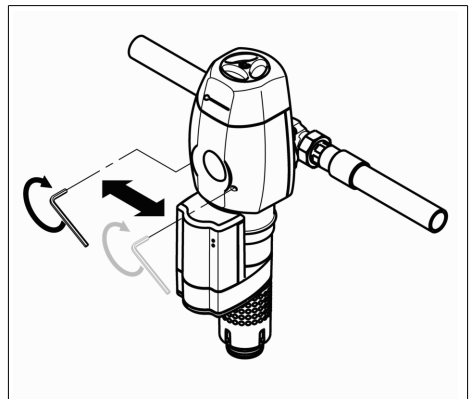

Abb. 5: Montage JUKO-EC-AT
**Der Einbaudrehflansch muss in Fließrichtung installiert werden. Diese ist durch einen eingegossenen Pfeil gekennzeichnet (siehe Abb. 5).**
- Die beiden Schrauben in der Frontseite mit einem Innen-Sechskantschlüssel mehrfach abwechselnd festschrauben (siehe Abb. 5).